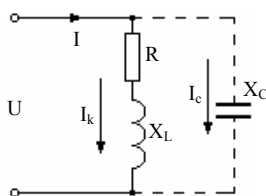

Рис. 7.2
**2. Исходные данные.** К источнику переменного тока с напряжением  $U$  и частотой  $f = 50$  Гц подключена катушка с активным сопротивлением  $R$  и индуктивным  $X_L$  (рис. 7.2, табл. 7.2).